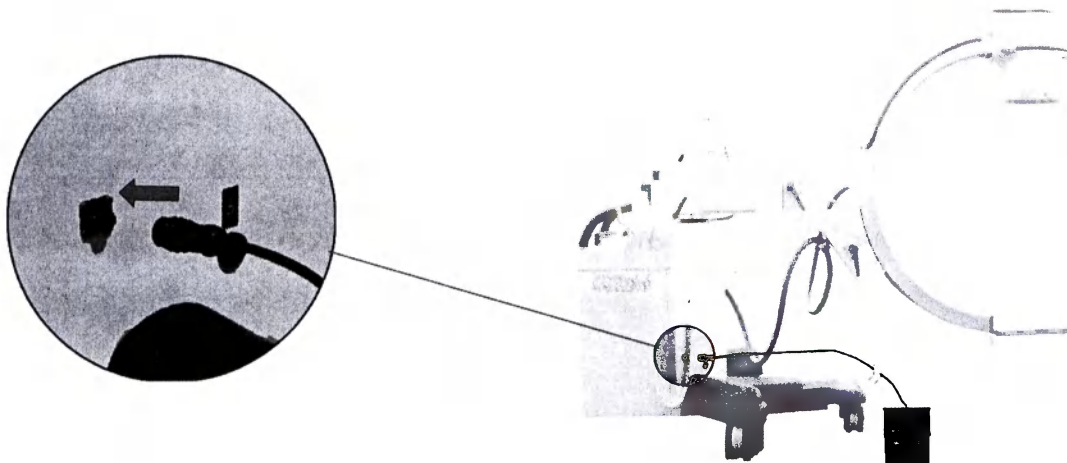

Рисунок 34
8.1.3 Подсоедините к штативу педальный выключатель (см. рисунок 34).